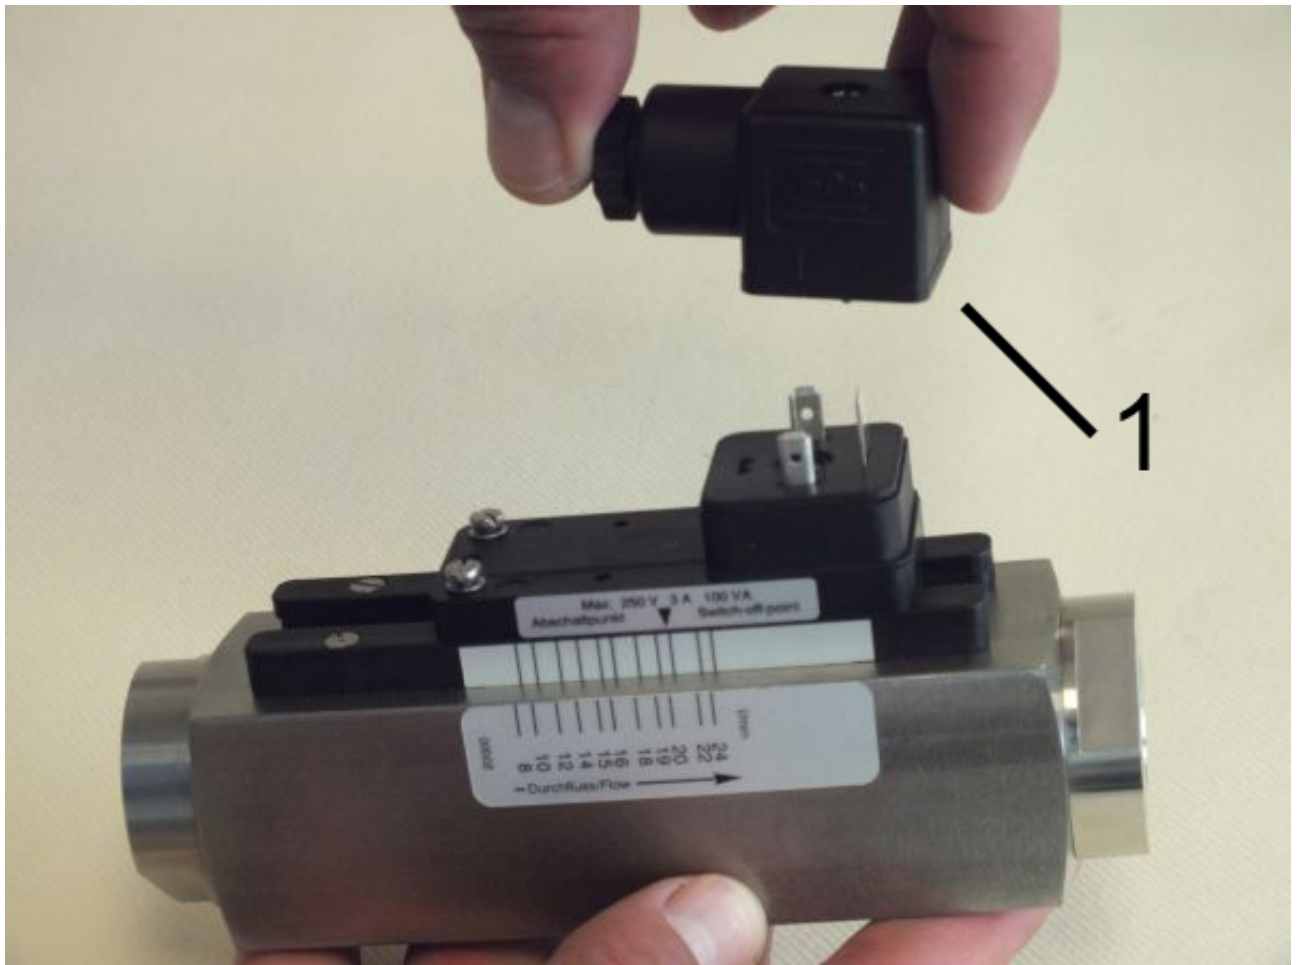

Abb. 15: Steckerdose abziehen
2. ➤ Steckerdose (Abb. 15/1) abziehen